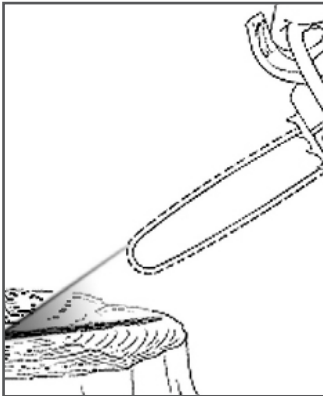

Рис. 9 Проверка смазки шины и цепи
2. Нажмите на рычаг включения и дайте электропиле поработать примерно 10-15 секунд. Под шиной должен остаться четкий след от масла (Рис. 9).